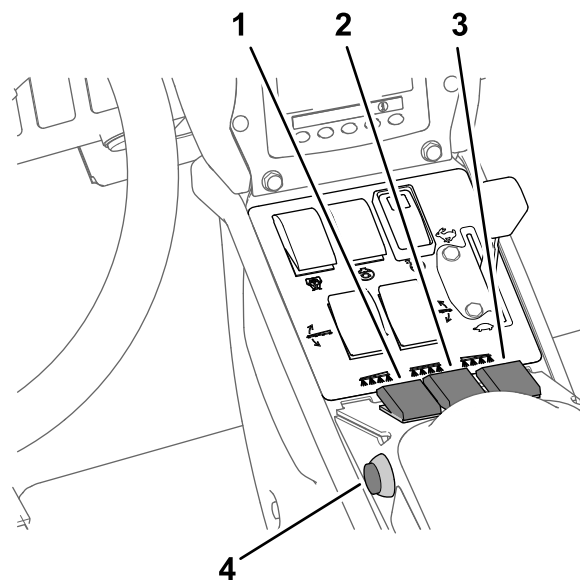

Рисунок 40
7. Установите переключатель (переключатели) секций опрыскивания в положение Вкл. (Рисунок 40).
10. Начните движение на машине с требуемой скоростью, а затем установите главный переключатель секций в положение Вкл., чтобы начать опрыскивание (Рисунок 40).
3. Установите главный переключатель секций в положение Выкл.; см. Рисунок 40 в разделе Опрыскивание в режиме заданной нормы внесения \(страница 42\).
7. Устанавливайте переключатели секций по мере необходимости в положения Вкл.; см. Рисунок 40 в разделе Опрыскивание в режиме заданной нормы внесения \(страница 42\).
9. Начните движение на машине с требуемой скоростью, а затем установите главный переключатель секций в положение Вкл., чтобы начать опрыскивание. Рисунок 40 Опрыскивание в режиме заданной нормы внесения \(страница 42\)